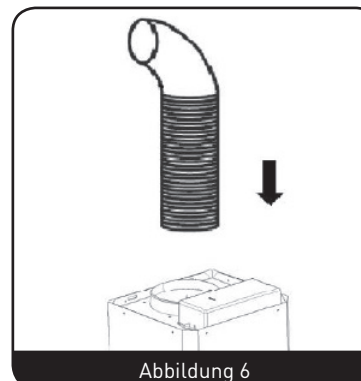

Abbildung 6
- Wenn Ihre Dunstabzugshaube im Abluftmodus benutzt werden soll, müssen Sie an diesem Punkt das Abzugsrohr am Deckenadapter anschließen. (Abbildung 6)